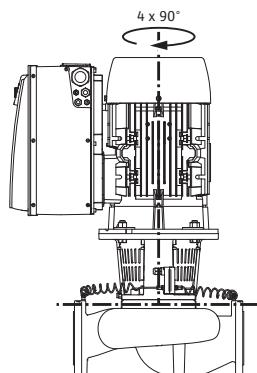

Fig. 19: Tilladte installationspositioner med lodret motoraksel
De tilladte installationspositioner med vertikal motoraksel er vist i Fig. 19. Enhver installationsposition undtagen "motor nedad" er tilladt.
- Udluftningsventilen på lanternen (Fig. 6, pos. 1.31) skal ved horizontal motoraksel altid pege opad (Fig. 6a: og Fig. 6b:). Ved vertikal motoraksel kan den pege i alle retninger. Se i den forbindelse Fig. 18: "Tilladte installationspositioner med vandret motoraksel" på side 212 eller Fig. 19: "Tilladte installationspositioner med lodret motoraksel" på side 213.